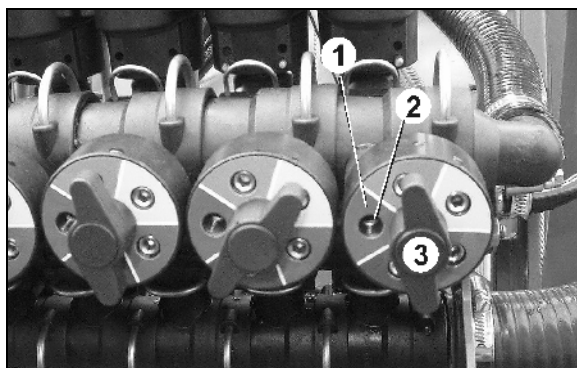

Рис. 4
Цветное поле выбранной форсунки должно показывать влево (Рис. 4/1).
8. Выполните предварительную настройку арматуры постоянного давления посредством потайных винтов (Рис. 4/2).
- о Закройте одну распределительную линию посредством переключателя распределительной линии (Рис. 4/4). На дисплее изменится установленное давление опрыскивания.
- о Поворачивайте потайной винт (Рис. 4/2), относящийся к клапану распределительной линии соответствующего устройства постоянного давления столько, пока на дисплее снова появится давление опрыскивания 4 бара. Вслед за этим откройте данную распределительную линию.
10. После предварительной регулировки постоянного давления для соответствующей форсунки, постоянное давление после замены форсунки может восстанавливаться путем поворота преселекторного диска постоянного давления на соответствующий цвет форсунки. Для этого открутите барашковую гайку (Рис. 4/3), оттяните преселекторный диск постоянного давления и поверните; затяните барашковую гайку.